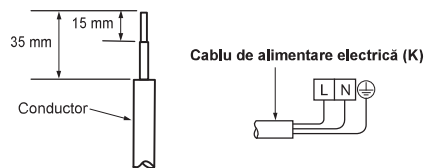

Fig. 1
- Furtunul de evacuare trebuie să fie orientat în jos, pentru a facilita scurgerea lichidelor. (Fig. 1)
- 1) Tăiați corect conducta din cupru cu ajutorul cleștelui pentru tăiat țevi. (Fig. 1, 2)